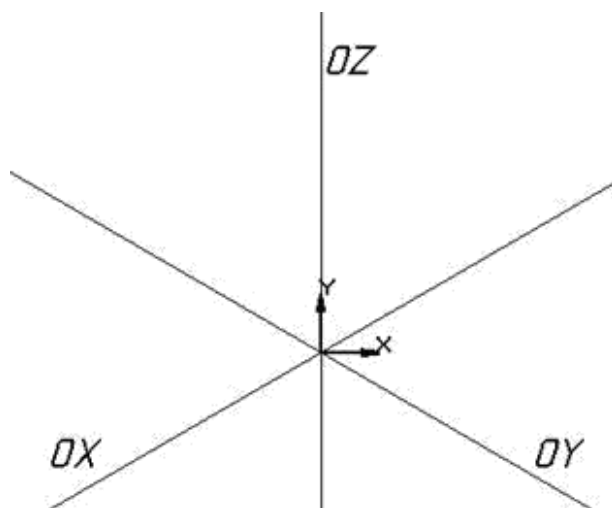

Рис. 1. Оси изометрической проекции
3. Проведите три вспомогательные прямые – оси изометрической проекции – через точку (0; 0) под углами, равными 30° , 90° и 150° к оси OX системы координат вида (рис. 1).